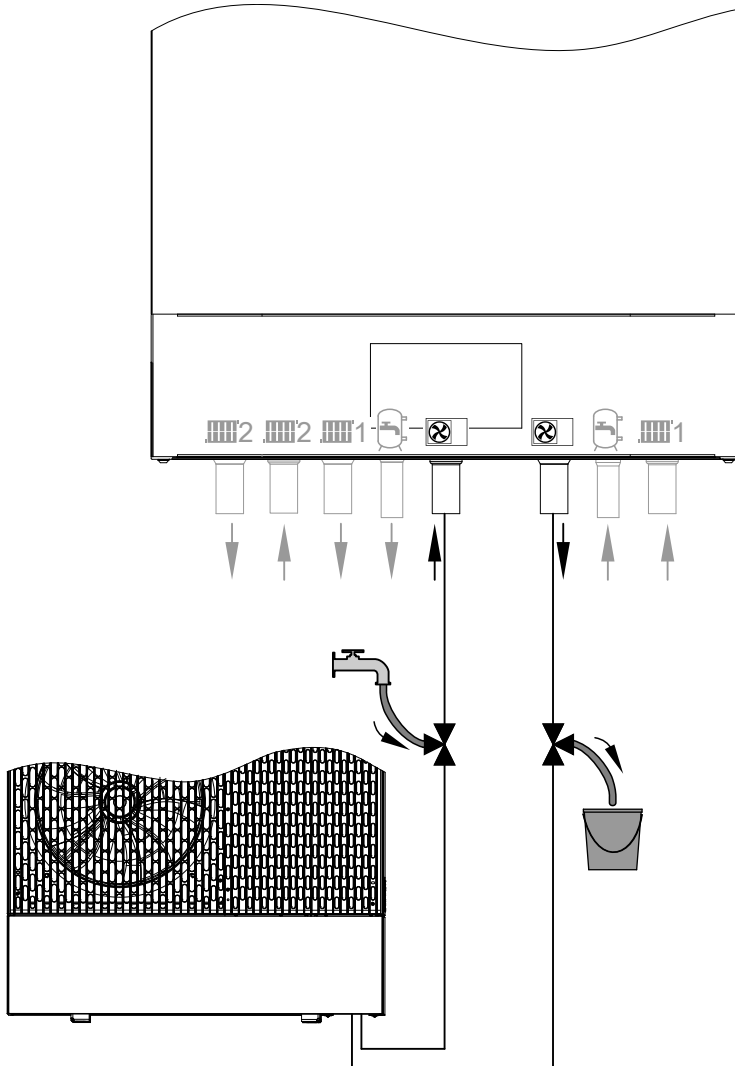

Abb. 66
3. 3-Wege-Kugelhähne im Vor- und Rücklauf Außen-einheit gemäß Abb. 66 öffnen: **Offen in allen Richtungen**